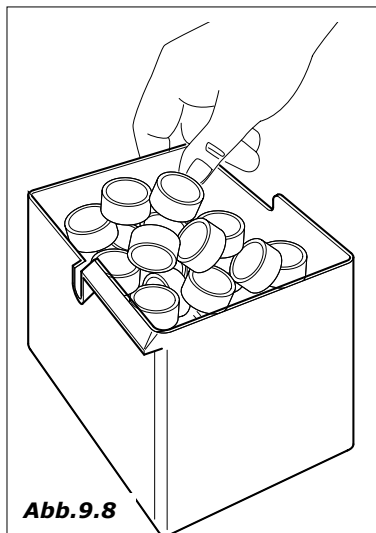

Abb. 9.8
- Kaffeesatzbeutel ersetzen (nur bei Modellen mit Bohnenkaffee) (Abb. 9.8)